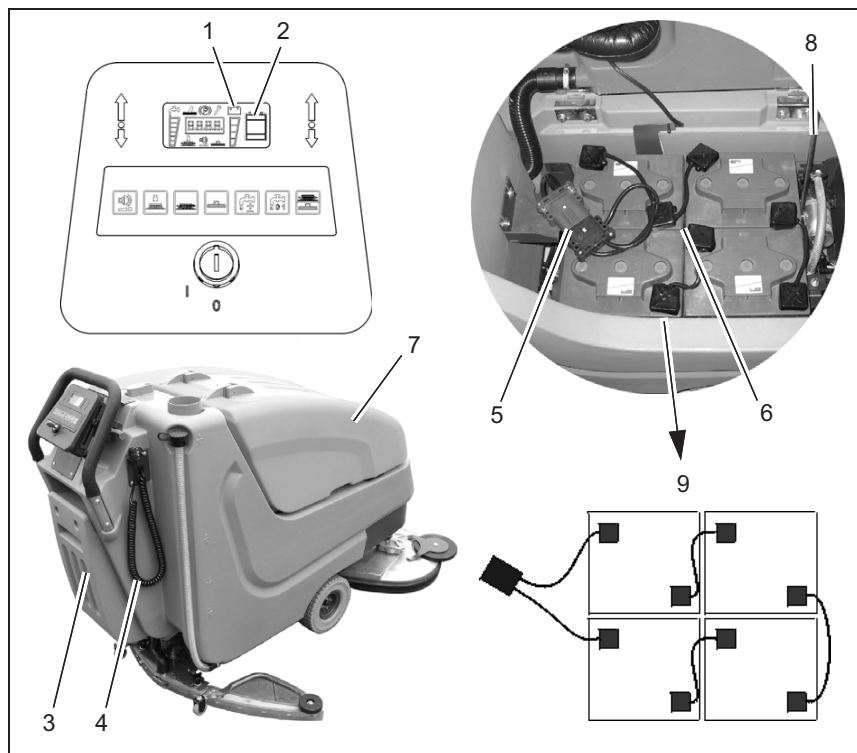

Abb.7
Die Batterien werden mit dem integrierten Batterieladegerät (Abb. 7/3) geladen. Der Anschluß des Ladegerätes erfolgt über das Netzkabel (Abb. 7/4) mit Schukostecker. Wir empfehlen die Batterieladung, wenn nach dem Betrieb der Maschine mindestens ein Balken der TSG-Anzeige erloschen ist. Beachten Sie die Bedienungsanleitung des Ladegerätes 88-60-2723 und die Bedienungsanleitung des Batterieherstellers. Wird ein anderer Batterietyp verwendet, muß das Ladegerät vom Hako Service neu eingestellt werden.
3. Leeren Schmutzwassertank (Abb. 7/7) öffnen und mit dem Aufsteller (Abb. 7/8) sichern.
4. Batteriestecker (Abb. 7/5) trennen.
2. Leeren Schmutzwassertank (Abb. 7/7) öffnen und mit dem Aufsteller (Abb. 7/8) sichern.
4. Batteriepole gemäß Anschlußplan (Abb. 7/9) mit den im Beipack befindlichen Verbindungskabeln verbinden. Auf festen Sitz achten und Pole einfetten.